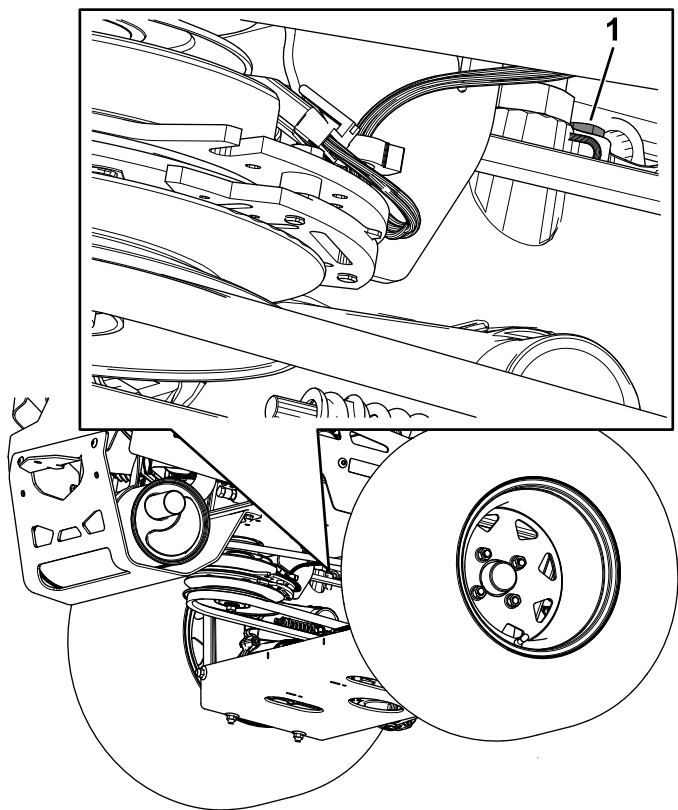

Figura 89
- **Transmisiones hidrostáticas ZT 5400:** utilice una llave de 7/16" para acceder al tapón de ventilación desde debajo de la máquina (Figura 89).